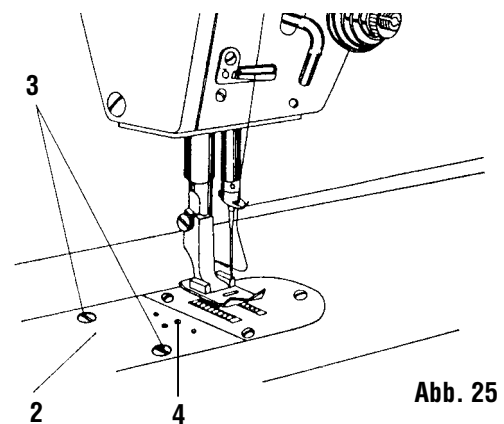

Abb. 25
27. Einstellung des Andruckes vom festen Messer (Abb. 25)
30. Demontage und Montage der Platte (Abb. 25)